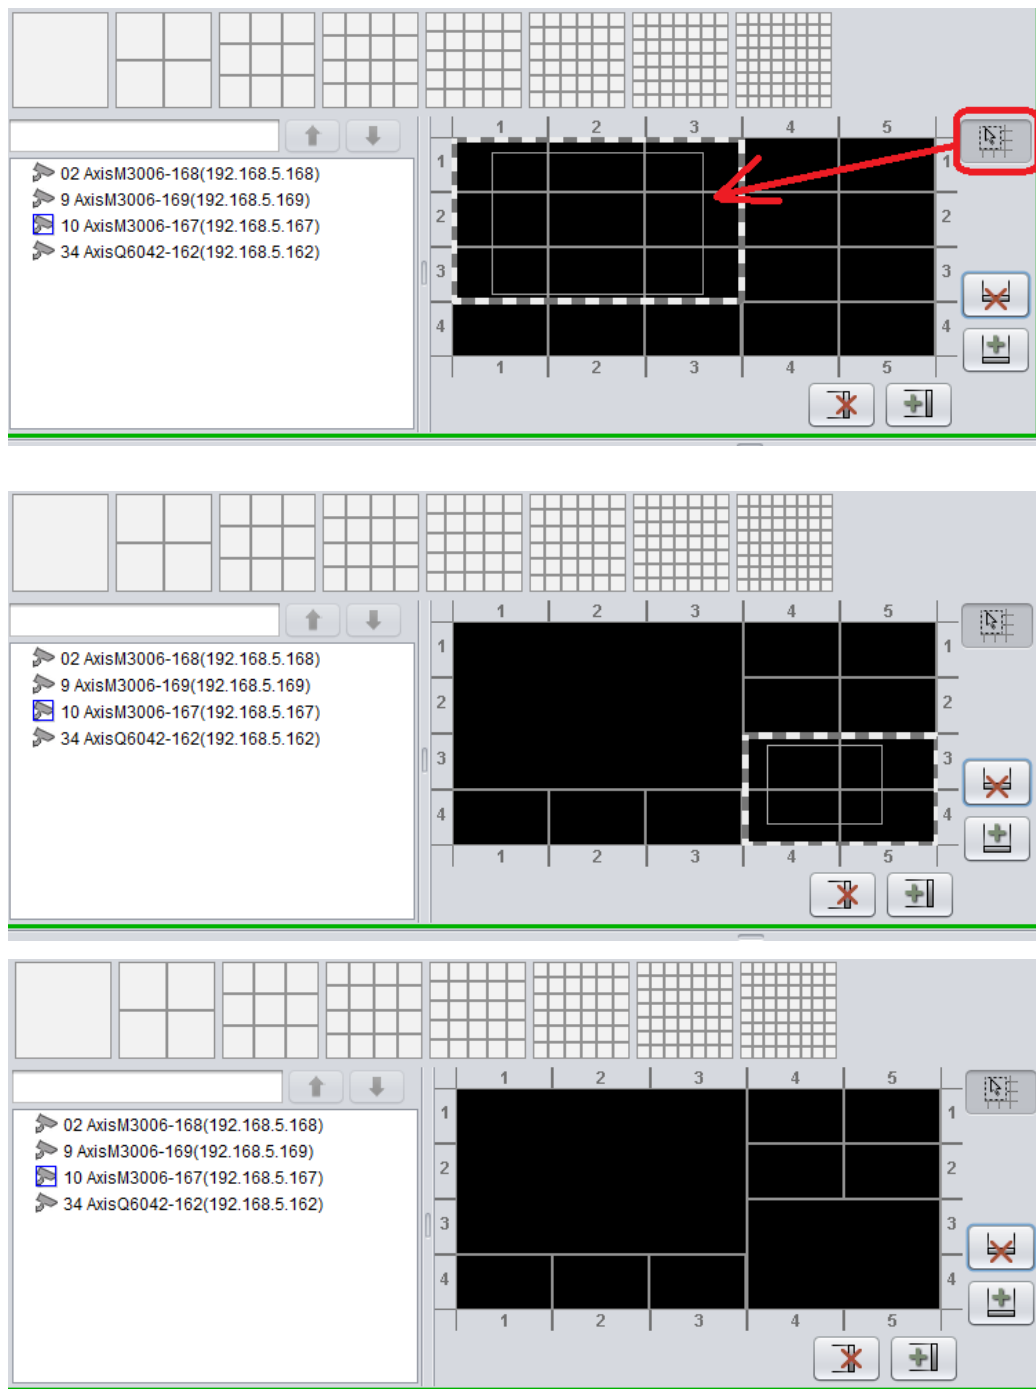

Рис. 108
- 3) после того, как кнопка мыши будет отпущена группа выбранных ячеек преобразуется в одну (Рис. 108).